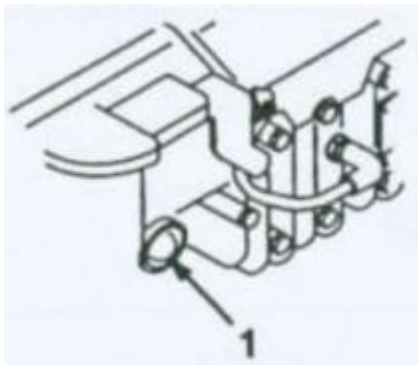

Figura 7 (1: Bomba manual de combustible)
3. Presione la bomba de combustible manual tres veces con un intervalo de 2 segundos cada vez. Si la temperatura es inferior a 13 °C, presione cinco veces con un intervalo de 2 segundos cada vez. Si el motor se apaga por un corto período de tiempo y todavía está caliente, no es necesario presionar la bomba manual de combustible. (Figura 7)